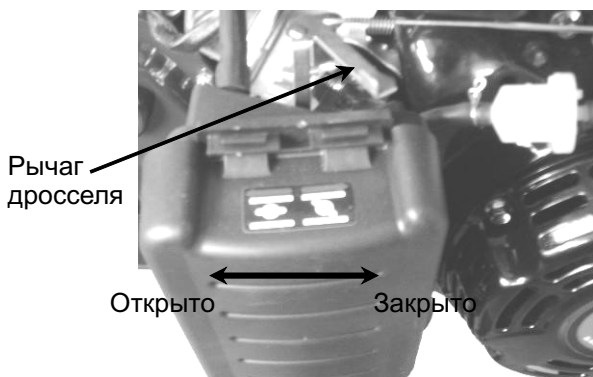

Рис.8
1)Передвиньте рычаг дросселя в положение CLOSE (закрыто)(Рис. 8)
не дергайте рукоятку стартера на работающем двигателе, так как это может повредить двигатель. Если рычаг дросселя находится в положении "CLOSE", поверните рычаг дросселя в положение "OPEN" после того, как двигатель проработает 2 минуты. (Рис. 8)